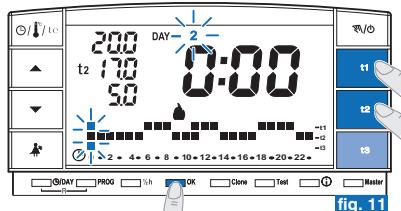

fig. 11
- Terminata la programmazione delle temperature per il giorno di **Lunedì**, riprogrammare in caso di errore, (è possibile utilizzare i tasti   per spostarsi velocemente sull'ora da riprogrammare sulla scala termica: l'ora corrispondente viene visualizzata sul display) oppure premere il tasto **OK** per confermare il programma impostato. La conferma (**OK**) fisserà in memoria il programma impostato (per Lunedì) e sul display apparirà lampeggiante il giorno di **Martedì** (2) e lampeggianti i digit in corrispondenza dell'ora **0:00**, sovrapposti alla scala termica programmata per il giorno precedente (fig. 11).
- Se si desidera la stessa scala termica di Lunedì, premere il tasto **OK** (es. fig. 11): verrà inserita la stessa scala anche per **Martedì** e lampeggerà il giorno **3 di Mercoledì** e i digit in corrispondenza dell'ora **0:00**.